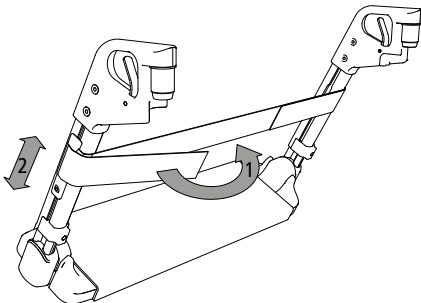

Abb. 9
1. Trä in vadstödet från utsidan genom styrningarna av plast på benstöden (1, bild 9).
2. Lossa insexskruvarna på styrningarna. Flytta vadstödet till önskat höjdläge (2, bild 9).